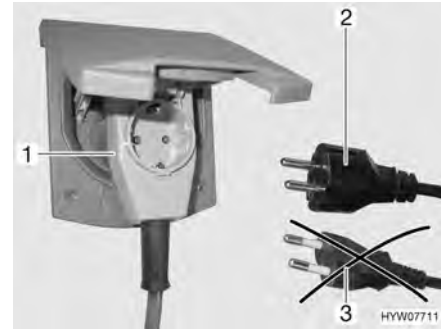

Bild 103 Anslutning till en vinkelkontakt med uttag
- ▶ Vid användning av en CEE 17-vinkelkontakt med uttag på baksidan (Bild 103,1) får endast en gummerad och förseglad IP 44-stickkontakt med skyddskontakt (Bild 103,2) användas. Använd inga stickkontakter utan skyddskontakt (Bild 103,3). Risk för strömstötar!